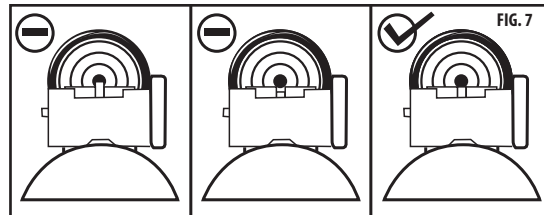

FIG. 7
- L'elevazione è impostata mediante la manopola di elevazione della mira posteriore che si trova sulla base della stessa. Ruotare la manopola in senso antiorario perché la pallottola colpisca più in alto sul bersaglio e ruotare la manopola in senso orario perché la pallottola colpisca più in basso sul bersaglio. (**Fig. 7**)
- Il vento è impostato ruotando la manopola apposta, che si trova sul lato destro della mira. Ruotare la manopola in senso antiorario perché la pallottola colpisca a sinistra del bersaglio e ruotare la manopola in senso orario perché la pallottola colpisca a destra bersaglio. (**Fig. 7**)